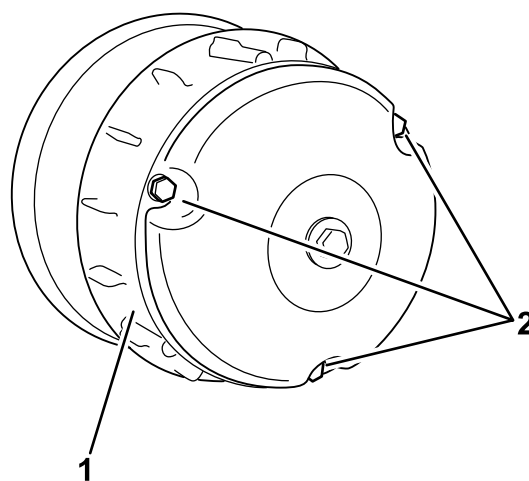

Figure 61
- Retirez les 3 boulons qui fixent le couvercle de l'embrayage et déposez le couvercle (Figure 61).
- Posez le couvercle d'embrayage et fixez-le avec les 3 boulons (Figure 61) que vous avez retirés à l'opération 2.